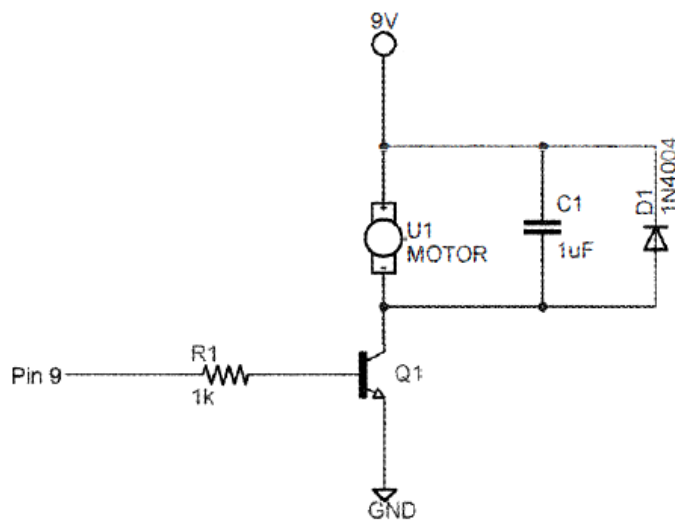
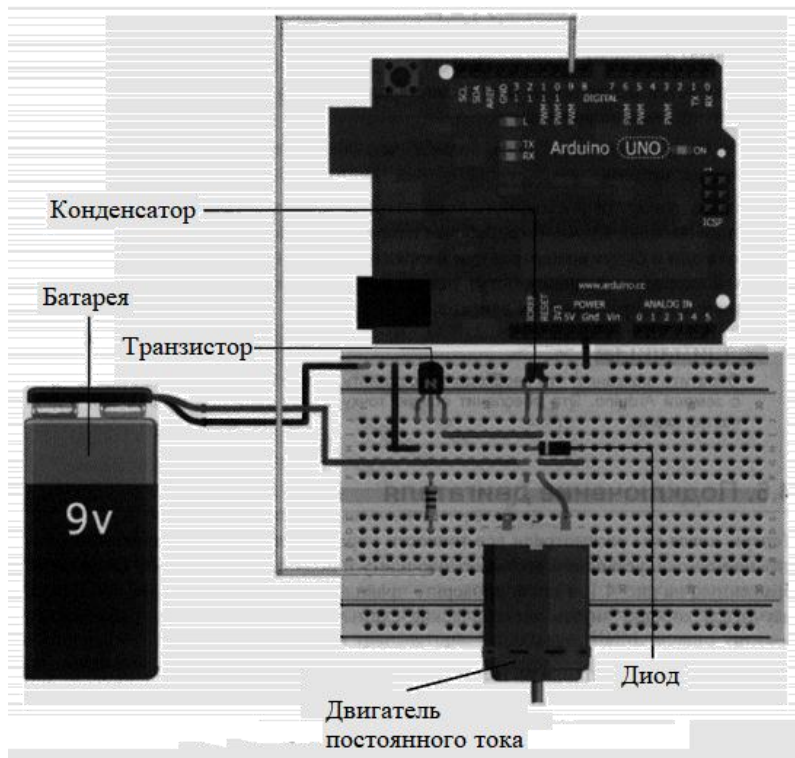

Рис. 5.1. Схема включения двигателя постоянного тока
Рис. 5.2. Подключение двигателя постоянного тока
включать двигатель, а также управлять его скоростью с помощью методов ШИМ. Схема подключения двигателя постоянного тока приведена на рис. 5.1. Рассмотрим основные компоненты схемы:
В схеме, изображенной на рис. 5.1, двигатель подключен к отдельному источнику напряжением 9 В, а не к контакту 5 В разъема USB. Для данного примера подойдет также внешний источник с напряжением 5 В. Внешний источник питания необходим по двум причинам:
Теперь, когда мы рассмотрели все тонкости управления щеточным двигателем постоянного тока, установим его макетную плату и подключим. Соберите схему, изображенную на рис. 5.1, а затем проверьте правильность монтажа по рис. 5.2. Важно научиться хорошо читать электрические схемы без использования графического макета.
- убедитесь, что земля от батареи 9 В соединена с землей платы Arduino, для этого можно общую шину земли на макетной плате, как показано на рис. 5.2;